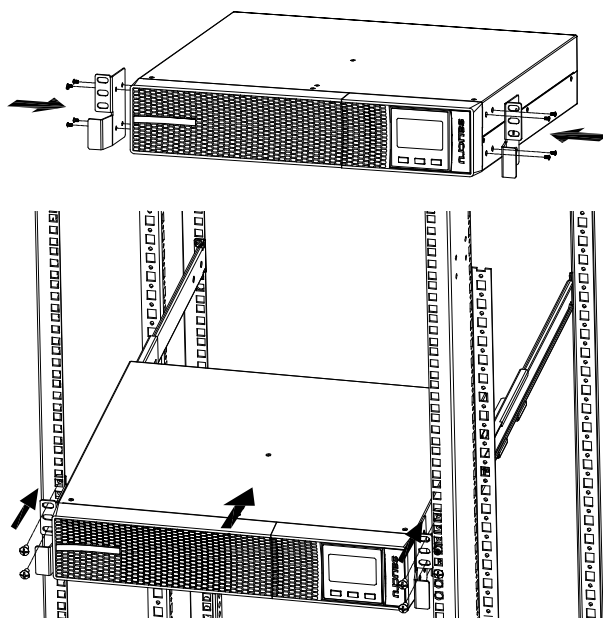
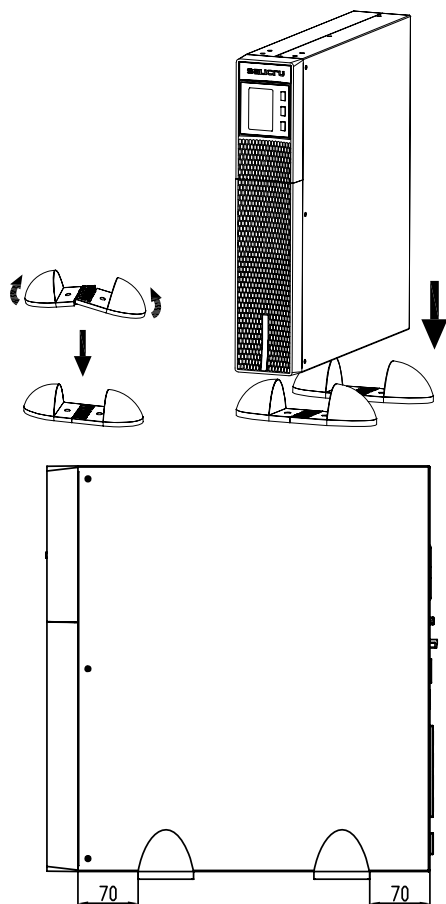
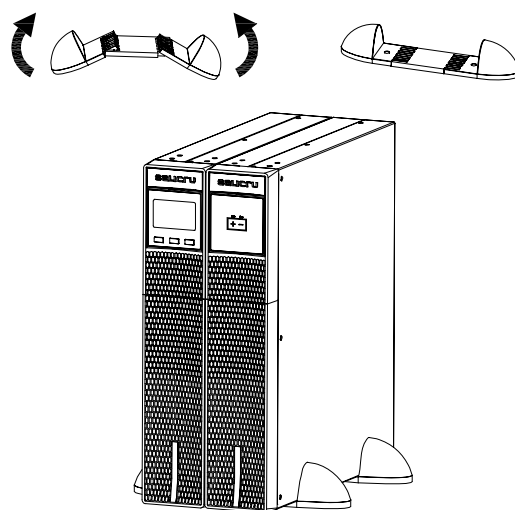

Fig. 6. Montaje tipo rack en armario 19".
Fig. 8. Montaje vertical -tipo torre-.
Fig. 10. Modelo en montaje vertical -tipo torre- con extensión autonomía (módulo de baterías).
- En las Fig. 6 a Fig. 10 se representa a modo de ejemplo el grafismo de un equipo o de éste con su módulo de baterías. Estas ilustraciones son de ayuda y orientación en los pasos a seguir y no pretenden en ningún caso particularizar las instrucciones a un solo modelo, aunque en la práctica las acciones a realizar son siempre las mismas para todos ellos.
- Operar del siguiente modo (ver Fig. 6):
- Colocar el SAI de pie entre las dos bases a una distancia de 70 mm desde cada extremo (ver la Fig. 8).
- Colocar el SAI y el módulo de baterías de pie entre las dos bases (ver la Fig. 10) y a una distancia de 70 mm desde cada extremo, tal como se muestra en la Fig. 8.